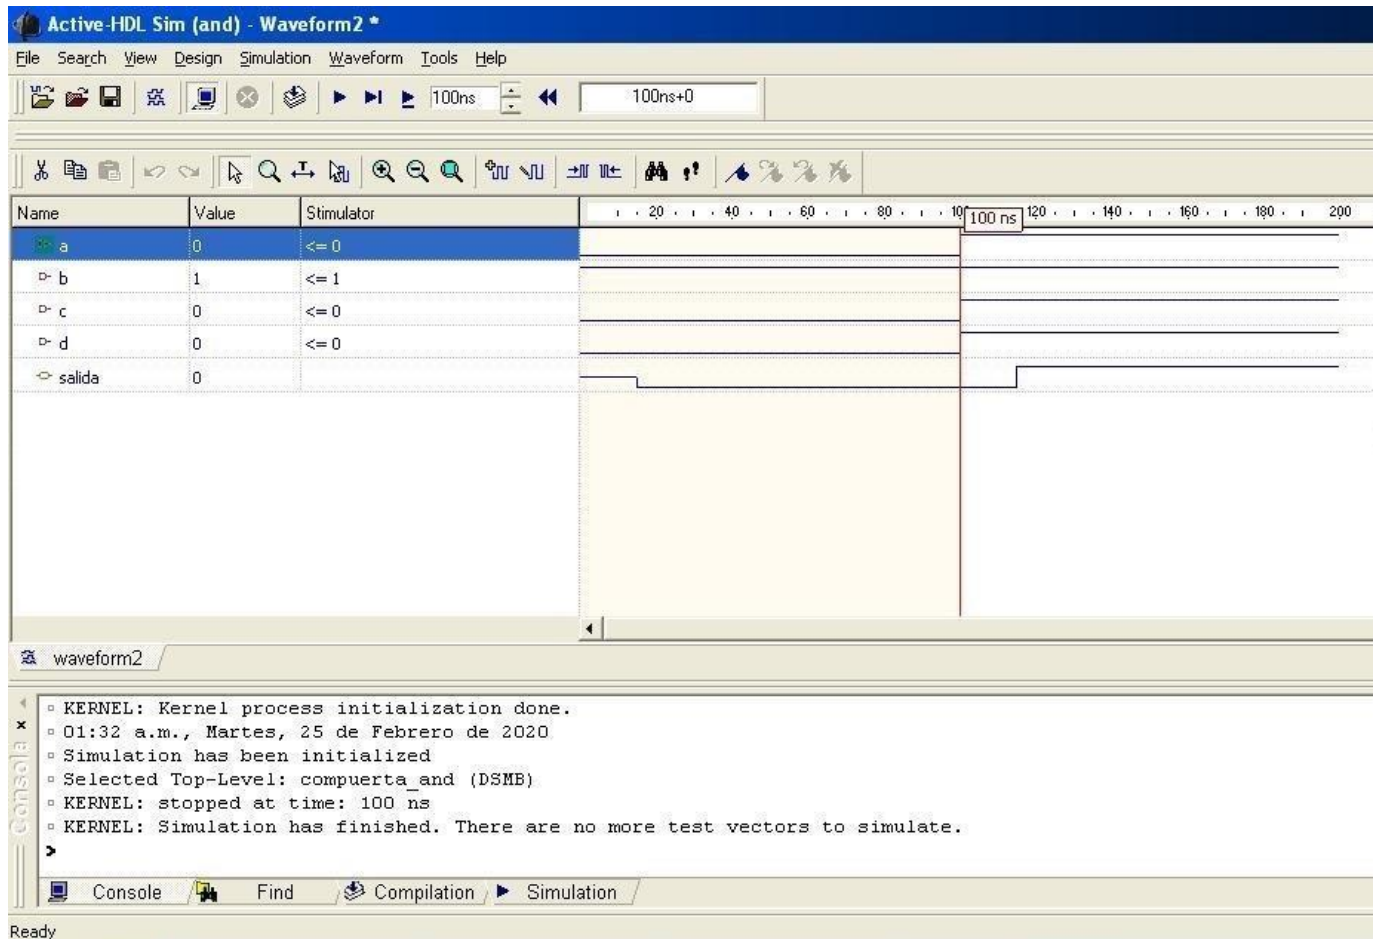

Figura 9. Simulación.
12. Para observar la simulación con los estímulos asignados es necesario correr el tiempo de la simulación. Esto se hace en: **Simulation→ Run for**. Al hacer esto se muestran los valores de entrada y se generan los valores de la salida, como se puede ver en la figura 9. Se verifica si los valores obtenidos son los deseados.